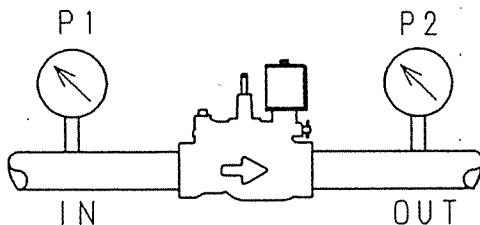

図12
- (1) 農業用水、工業用水にご使用ください。液肥や希釀農薬を混入した水へも使用できますが、液体によっては電磁弁の性能を害する恐れもありますのでご注意ください。
- (2) 周囲温度・流体温度は仕様の範囲内でご使用ください。
- (3) 仕様の圧力範囲内でご使用ください。とくにIN, OUTの弁差圧は弁開時0.03MPa(口径50以下), 0.05MPa(口径65以上)確保してください。(図12参照)